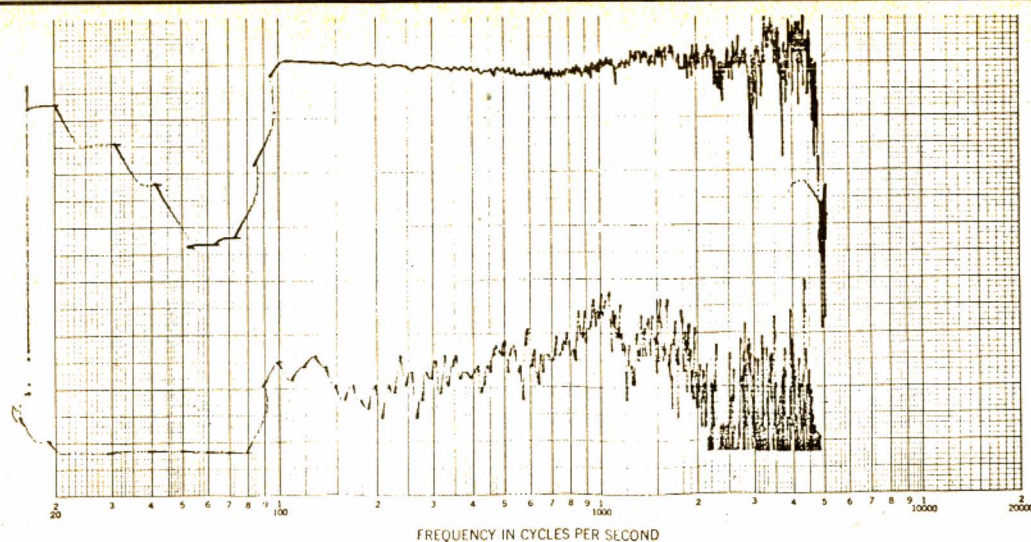

Fig. 1. — XLZ-7500 — Force d'application 10 mN — Capacité de lecture $> 9 \mu\text{m}$ — Disque test : JVC 1005 (échelle de fréquences : $\times 10$).
a) Entre 100 et 5 000 Hz (fig. 1) : La partie véritablement intéressante se situe jusqu'à 2 kHz. Les irrégularités se manifestant au-delà peuvent être imputables au disque de mesure, puisqu'on ne les retrouvera pas en figure 2. Ce doit être la raison pour laquelle les techniciens disent avoir abandonné, dans la région des 1 000 Hz, le disque « JVC », pour celui spécialement pressé à l'intention de Pickering (la diaphonie propre est inférieure).